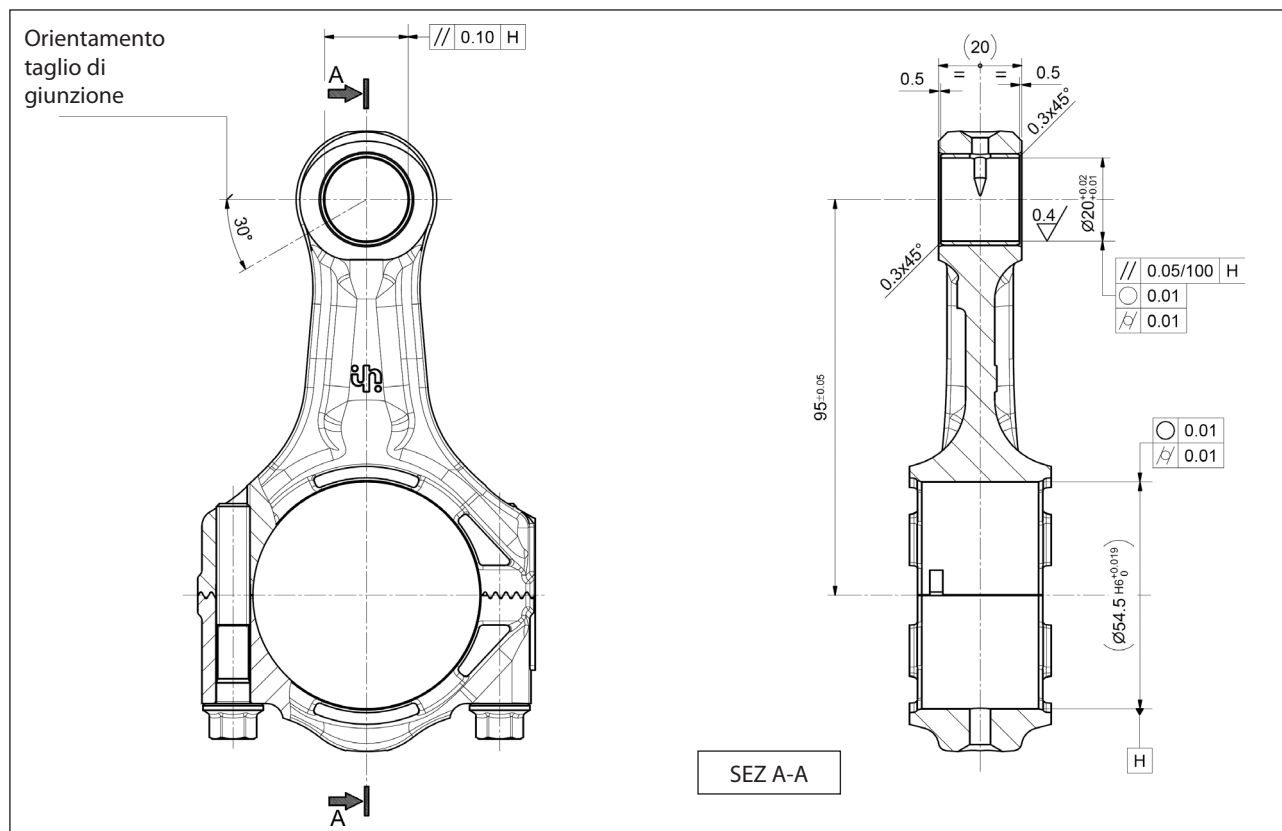

Fig. 48
- Eeguire successivamente le lavorazioni meccaniche rispettando tassativamente dimensioni e tolleranze riportate in Fig. 48.
Eeguire successivamente le lavorazioni meccaniche rispettando tassativamente dimensioni e tolleranze riportate in Fig. 48.